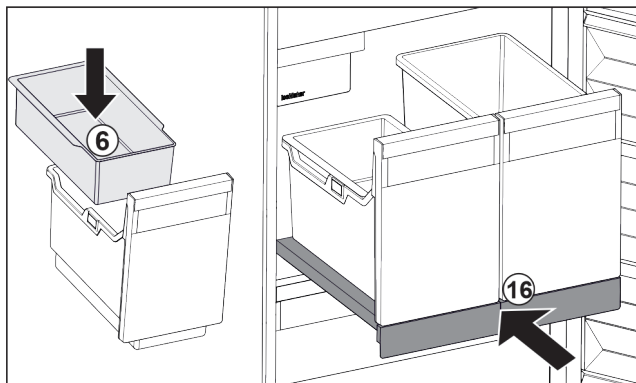

Fig. 25
- Installer le balconnet Fig. 25 (6) pour glaçons.
- Rentrer le compartiment coulissant avec le bac (IceTower). Fig. 25 (16)